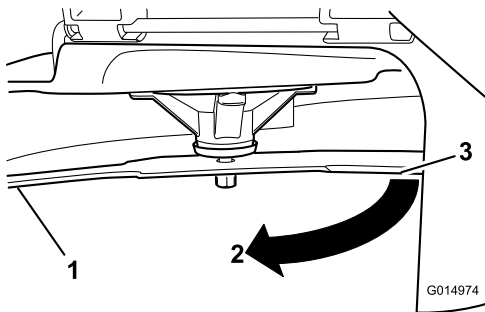

Figura 64
3. Segunda distancia medida entre cuchilla y superficie (B)
4. Gire la misma cuchilla 180 grados de manera que el otro extremo esté en la misma posición (Figura 64).